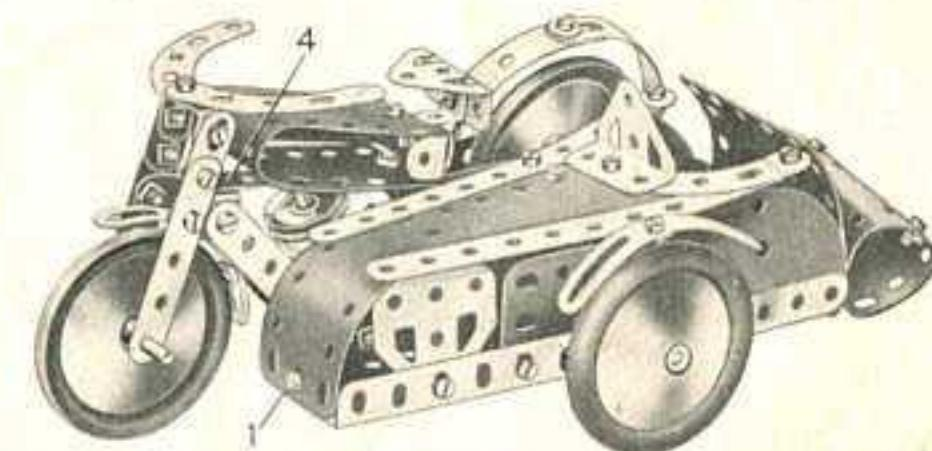

Fig. 4.25a
Le cylindre du moteur consiste en deux poulies de 25 mm. montées sur une tringle de 5 cm. dont une des extrémités est passée dans la bande (4) (fig. 4.25a) formant le dessus du châssis. L'autre extrémité de la tringle est fixée entre les deux boulons qui relient les disques du châssis.